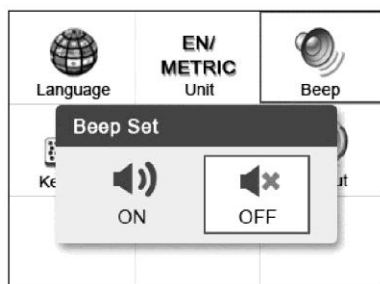

Рисунок 3-5
2) В меню **Beep Set** [Настройка звукового сигнала] с помощью **кнопки прокрутки влево/вправо** выберите значение **ON** [ВКЛ] или **OFF** [ВЫКЛ], чтобы включить/отключить звуковой сигнал. См. рисунок 3-5.